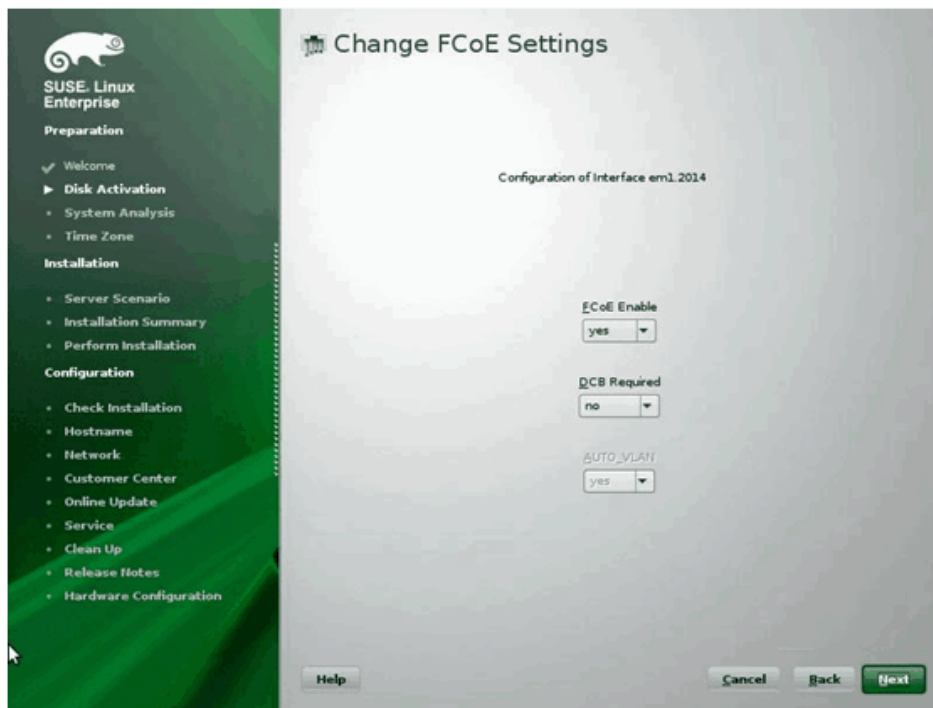

Ilustración 13-16. Cambio de la configuración FCoE
- b. En la ventana Change FCoE Settings (Cambiar configuración FCoE) (Ilustración 13-16), asegúrese de que **FCoE Enable** (Activar FCoE) y **Auto_VLAN** estén establecidos en **yes** (sí).